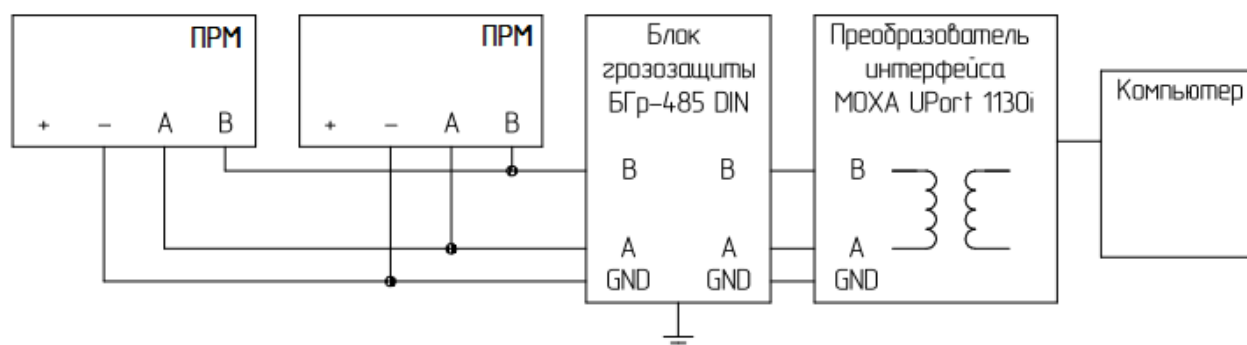

Рисунок 2.10 – Схема подключения удалённого компьютера к извещателям через интерфейс RS-485
- Объединить цепи «-» всех извещателей и преобразователя интерфейса в данной линии (рисунок 2.10).